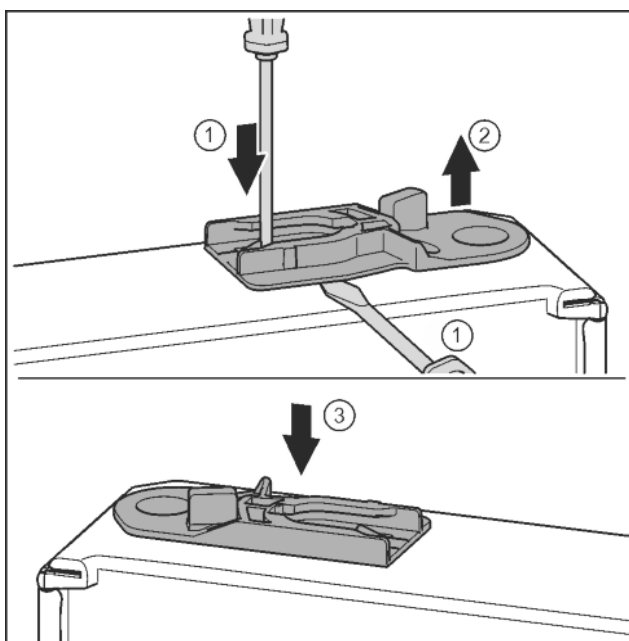

Fig. 35
- ▶ Führungsbuchse herausziehen: Lasche mit Schlitzschraubendreher drücken und gleichzeitig mit Schlitzschraubendreher unter Führungsbuchse fahren. Fig. 35 (1, 2)
- ▶ Im Lieferumfang beiliegende Führungsbuchse auf anderer Gehäuseseite einschieben. Fig. 35 (3)